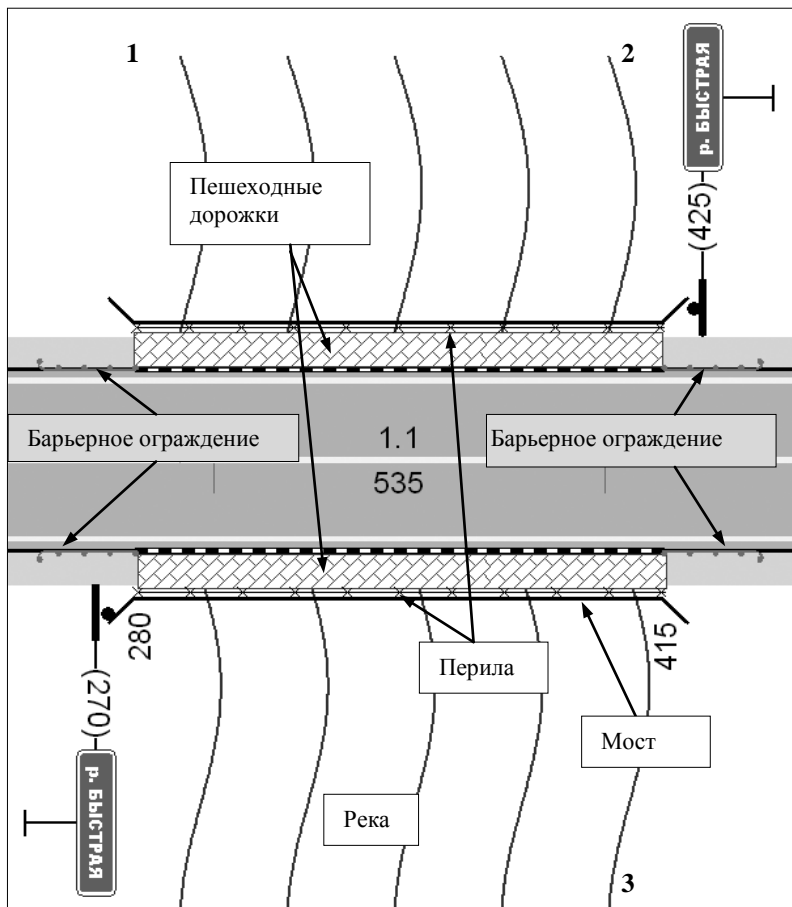

Рис. 13
по контуру выделения, растяните мост так, чтобы в него попали пешеходные дорожки (рис. 13).
- При создании реки строится полигон по трем точкам. С одной стороны моста приблизительно укажите точки 1 и 2 (рис. 13), которые указывают ширину реки, а затем с другой стороны моста точку 3, которая будет указывать длину и угол наклона реки.